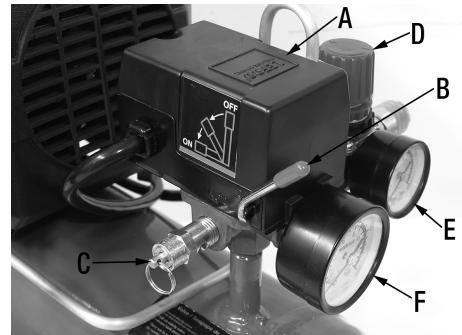

FIGURE 6
**INTERRUPTEUR ON/AUTO-OFF (B) FIG.6:** Mettez cet interrupteur à ON pour alimenter le manostat automatique et à OFF pour mettre hors tension à la fin de chaque utilisation.
**MANOSTAT (A) FIG. 6:** Le manostat met automatiquement le moteur en marche lorsque la pression de réservoir chute sous la pression d' "enclenchement" établi en usine. Il arrête le moteur lorsque la pression du réservoir d'air atteint la pression de "déclenchement" établi en usine.
**RÉGULATEUR (D) FIG. 6:** La pression d'air provenant du réservoir d'air est contrôlée par le régulateur. Tournez le bouton du régulateur en sens horaire pour augmenter la pression et en sens anti-horaire pour diminuer la pression. Pour éviter un nouveau réglage mineur après avoir modifié le réglage de pression, approchez toujours la pression désirée depuis une pression plus basse. En réduisant d'un réglage plus élevé à un réglage plus bas, réduisez d'abord à une pression inférieure à celle désirée, puis amenez à la pression désirée. Suivant les besoins en air de chaque accessoire particulier, il peut être nécessaire de régler la pression d'air contrôlée par sortie pendant l'utilisation de l'accessoire.
**MANOMÈTRE POUR PRESSION DE SORTIE (E) FIG.6:** Le manomètre pour pression de sortie indique la pression d'air disponible sur le côté sortie du régulateur. Cette pression est contrôlée par le régulateur et est toujours inférieure ou égale à la pression du réservoir. Raportez-vous au "Mode de fonctionnement".
**MANOMÈTRE POUR PRESSION DE RÉSERVOIR (F) FIG.6:** Le manomètre pour pression du réservoir indique la pression d'air de réserve dans le réservoir.
**SOUPAPE DE SÛRETÉ (C) FIG.6:** Si le manostat ne met pas le compresseur d'air à l'arrêt à son réglage de pression de déclenchement, la soupape de sûreté protégera contre la haute pression en "sortant" à sa pression réglée en usine (légèrement plus élevée que le réglage de déclenchement du manostat). **AVERTISSEMENT!:** Si la soupape de sûreté ne fonctionne pas correctement, une surpression pourrait se développer dans le réservoir en entraînant la rupture ou une explosion. Quotidiennement, tirer sur l'anneau de la soupape de sûreté pour s'assurer que celle-ci fonctionne librement. Si la soupape est coincée ou ne bouge pas facilement, il faut la remplacer avec une soupape de même type.
- 4) Ouvrez le régulateur de pression (D) Fig.6 en tournant dans le sens horaire. Ajustez le régulateur de pression pour obtenir la pression voulue (ne pas dépasser la pression maximale de l'outil). Observez la pression de l'air en sortie sur le manomètre de pression de sortie (E) Fig.6. Le compresseur est prêt à l'usage.
- 8) Tirez l'anneau de la soupape de sûreté (C) Fig.6, en laissant l'air se vider de réservoir jusqu'à ce que la pression du réservoir soit environ 20 lb/po2. Relâchez l'anneau de la soupape de sûreté.
**REMARQUE:** Si la soupape de vidange est colmatée, tirez l'anneau de la soupape de sûreté (C) Fig.6, et tenez jusqu'à ce que toute la pression d'air ait été relâchée. La soupape peut alors être retirée, nettoyée et remise en place.
- 4) Tirez l'anneau de la soupape de sûreté (C) Fig.6, en laissant l'air se vider de réservoir jusqu'à ce que la pression du réservoir soit environ 20 lb/po2. Relâchez l'anneau de la soupape de sûreté.